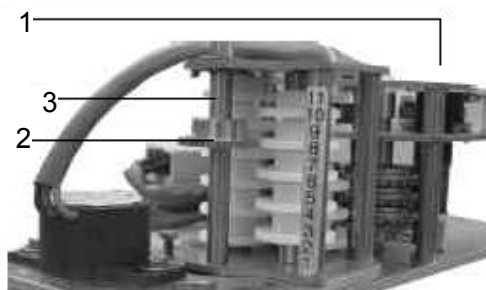

图 4 1 六角扳手 2 调整轮 3 轴
- 从调整轮上松开螺纹销（图 4）。
- 将调整轮移动到轴上期望位置(图 4)，并确保齿轮完全啮合。
输出转动通过行程齿轮（类似图 4，但只有 2 个量程）传递到凸轮盘上。